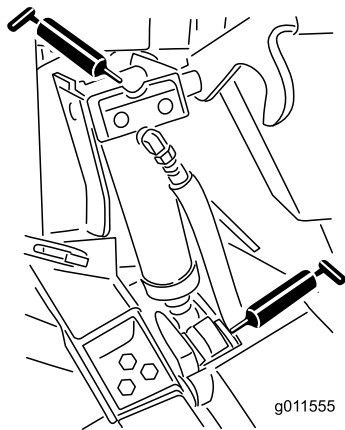

Figura 46
- Quatro casquilhos do cilindro de elevação (Figura 46)